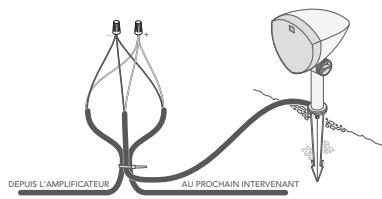

Figure 10
- Coupez les deux fils pour l'enceinte gauche ou droite (voir les tableaux ci-dessous) et dénudez 3/4 po d'isolation sur les extrémités exposées des fils d'enfouissement, puis dénudez 3/4 po d'isolation des extrémités des câbles de l'enceinte correspondante (voir Figure 10).
- Créez une boucle d'environ 250 mm (10 po) et utilisez un collier de serrage pour maintenir la boucle et le câble de l'enceinte en place afin de soulager la tension (voir Figure 10).